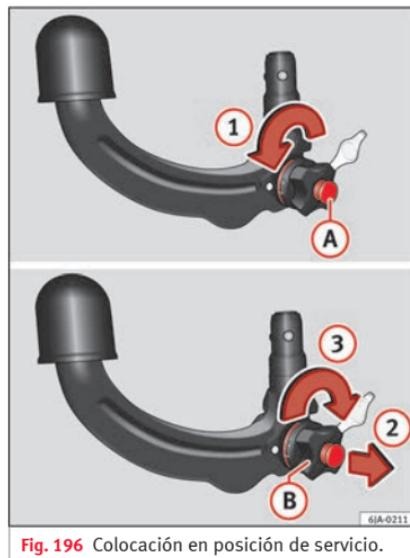

Fig. 196 Colocación en posición de servicio.
- Gire la llave ① en el sentido de la flecha ① hasta el tope » fig. 196.
- Extraiga con la mano derecha la ruedecilla manual ② hacia fuera en el sentido de la